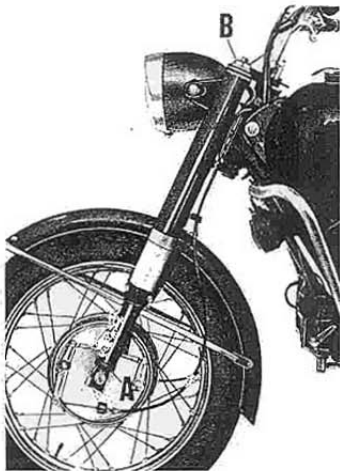

Fig. 86
Infilare le molle superiori nei bracci dopo aver immesso nei bracci stessi litri 0,160 per braccio di liquido per ammortizzatori - SHELL Tel-lus 33 - attraverso i fori per tappi (B) dopo aver bloccato i tappi con guarnizioni (A) sul gambale dalla forcella (vedere fig. 86).